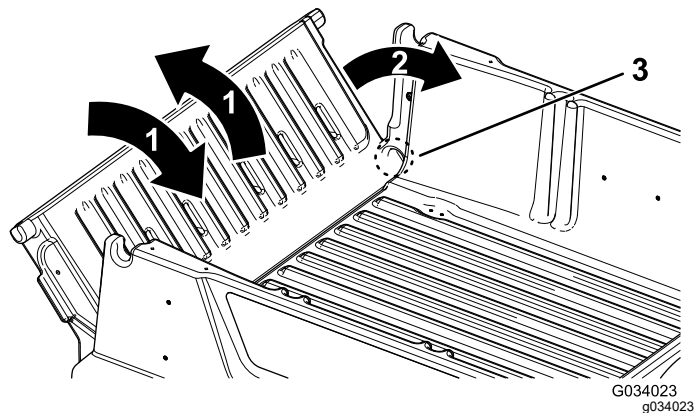

Рисунок 16
2. Установите откидной борт в положение под углом приблизительно  $45^\circ$  (Рисунок 16).
3. Короткими движениями, встряхивая, переместите откидной борт назад и вперед несколько раз (Рисунок 16).